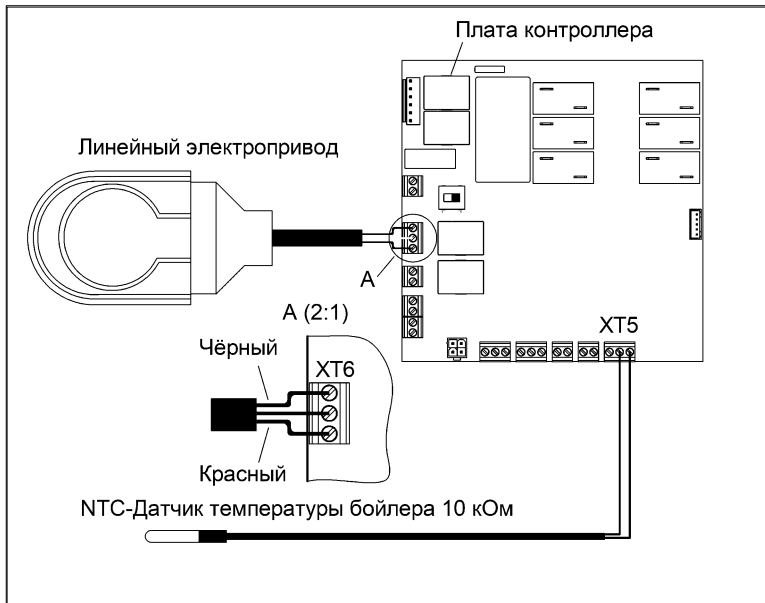

Рисунок 30.
- (1) Отключить автоматический выключатель **QF**.
- (2) Смонтировать переключатель фаз согласно рис. 30.
- (3) Подключить стабилизатор к сети.
- (4) Включить автоматический выключатель **QF**.
- (5) Убедиться в наличии фазы на верхнем контакте колодки **XT8** платы контроллера.
- (6) Перевести переключатель **S1** из правого положения в левое положение.